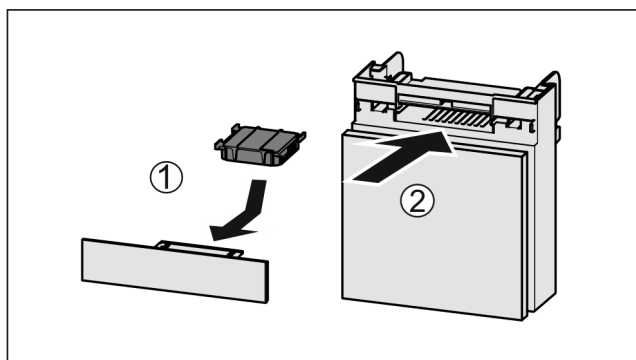

Fig. 141
- ▶ Anbring aktivkulfilteret som vis på billedet Fig. 141 (1).
- ▶ Skub rummet ind Fig. 141 (2).